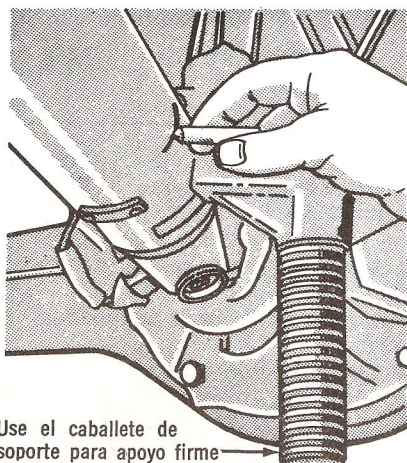

Fig. 2 — Marcando el Eje Propulsor.
2. Con el eje propulsor girando a velocidad de 64-80 kph del velocímetro, con todo cuidado acerque un lápiz de color hasta que apenas toque el extremo trasero del eje (Fig. 2). La marca hecha